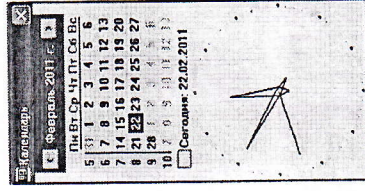

Рисунок 2 – Окно КАЛЕНДАРЬ программы «МетеоЦентр»
5.3.3.1 В окне КАЛЕНДАРЬ (рисунок 2) отображаются текущие дата и время.